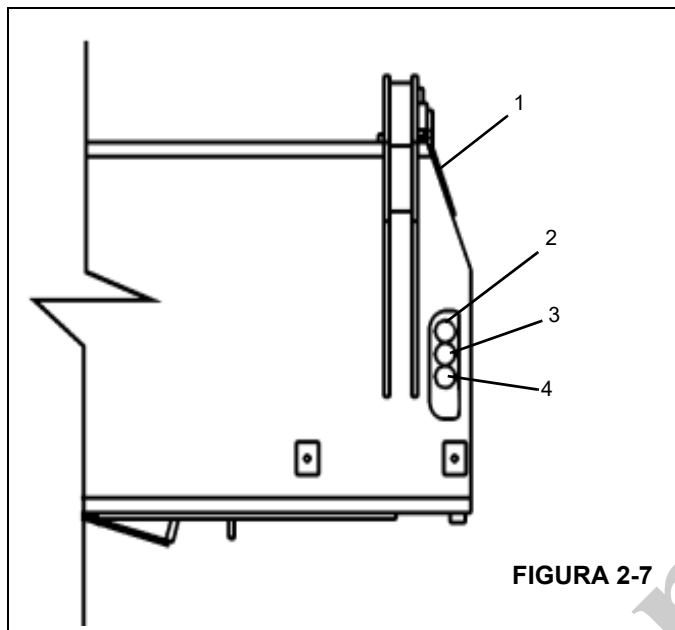

FIGURA 2-7
1. Selecione um estabilizador (1, Figura 2-7) e remova uma das linhas hidráulicas mostradas na Figura 2-7.
Tabela da Figura 2-7